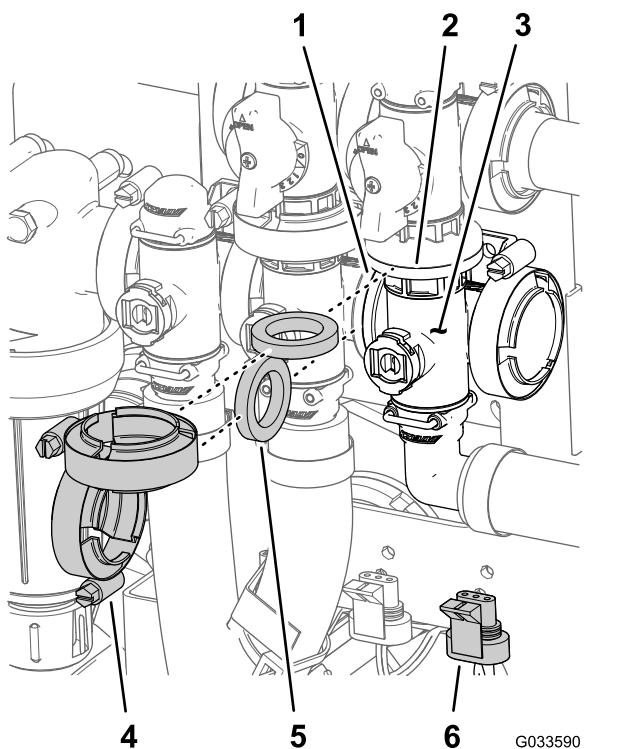

Figure 114
- Alignez la bride du collecteur de la vanne maîtresse, un joint et la bride de la vanne de dérivation de la vanne maîtresse (Figure 114).
- Fixez le collecteur de la vanne maîtresse des rampes, le joint et la vanne de dérivation de la vanne maîtresse avec un collier serré à la main (Figure 114).
- Alignez la bride du collecteur de la vanne maîtresse, un joint et le collecteur de la vanne d'agitation (Figure 114).
- Fixez le collecteur de la vanne maîtresse, le joint et le collecteur de la vanne d'agitation avec un collier serré à la main (Figure 114).
- Montez la vanne d'agitation sur le support à l'aide du boulon à embase et du contre-écrou (Figure 114) que vous avez retirés à l'opération 3 de Dépose de la vanne maîtresse des rampes sur le collecteur \(page 77\), et serrez l'écrou et le boulon à un couple de 10 à 12 N·m.